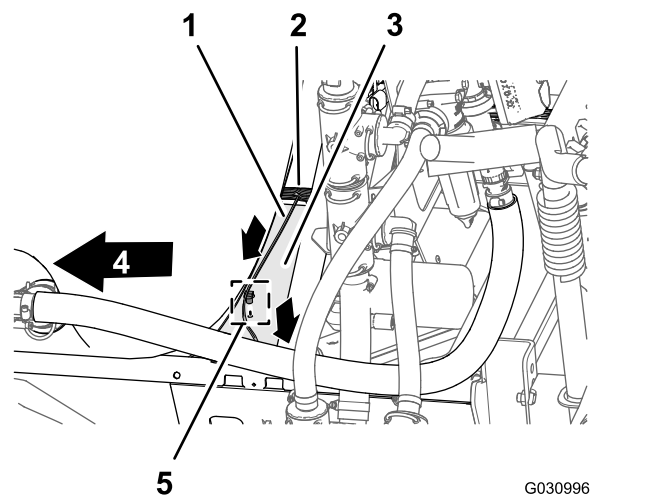

Bild 113
1. Verlegen Sie den 74-cm-Kabelbaumzweig für die Stromspule der Sprühpumpe über die Oberseite des Sprühfahrzeug-Rahmenkanals und nach unten zur Stromspule der Sprühpumpe (Bild 113).
2. Stecken Sie die Eindrückbefestigung des 74-cm-Kabelbaumzweigs in das Loch im Sprühfahrzeug-Kanalrahmen (Bild 113).